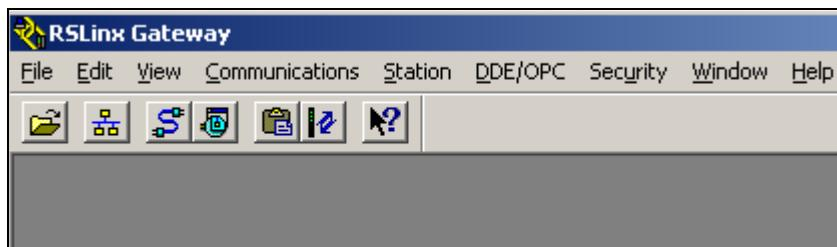

图 4-51 RSLinx 起动界面
1. 单击 Start->Program->Rockwell Software->RSLinx->RSLinx，启动 Rslinx。如图 4-51 所示。